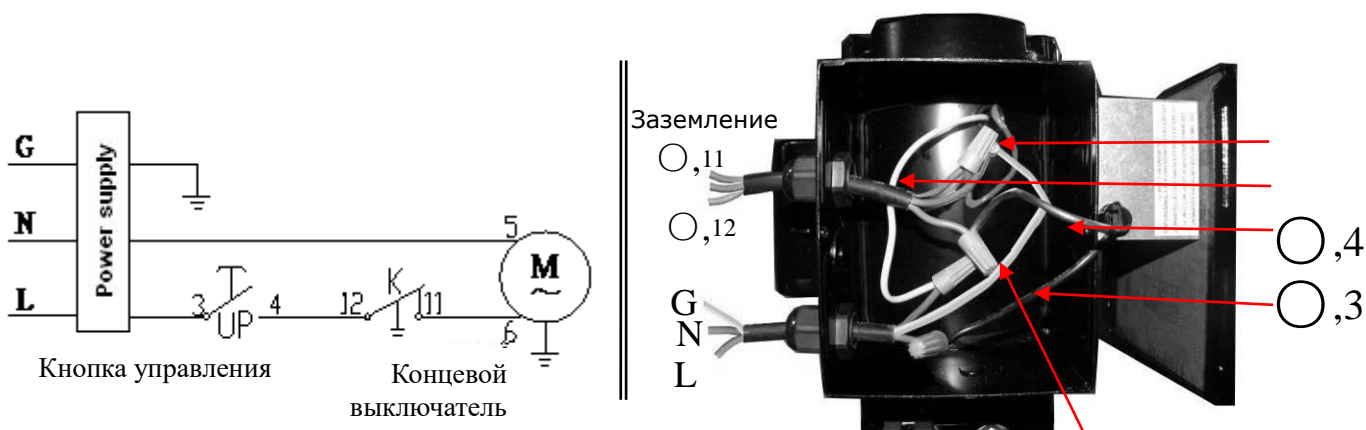

Рис. 39
**Однофазный двигатель SPX (см. рис. 39)**